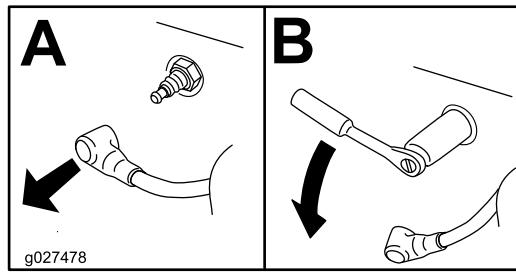

Figura 37
4. Retire la bujía (Figura 37).